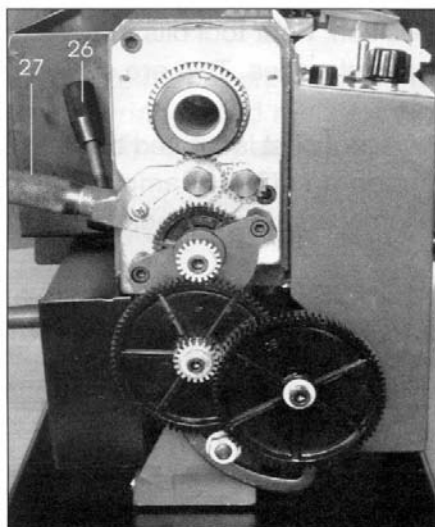

Рис.2
Зубчатый механизм, показанный на Рис. 2, передает вращение винту подачи. Винт подачи работает, как червяк, и во время эксплуатации рукоятки автоподачи (15), которая крепится гайкой к винту подачи, передает вращение суппорту, а затем режущему инструменту. Таким образом, подача передается для нарезания резьбы и обточки. Частота вращения винта подачи и скорость режущего инструмента определяется конфигурацией коробки передач. Подробно Вы можете почитать об этом в разделе «Резьбонарезание».